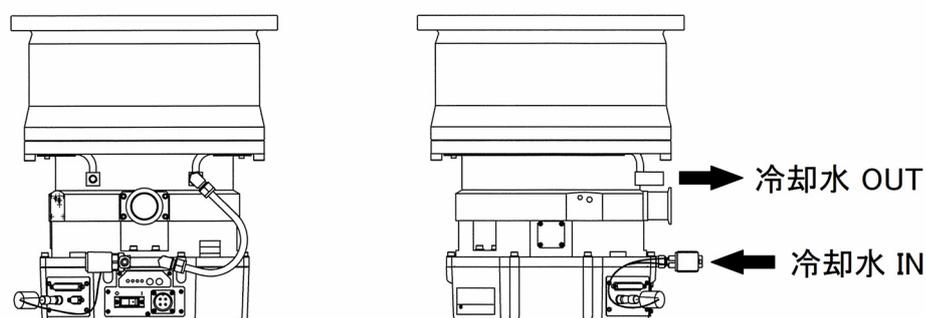

図 5-8 冷却水配管の接続口
- (1) 冷却水配管は、図 5-8 に示すように冷却水用電磁弁の冷却水 IN 接続口に冷却水を供給し、冷却水 OUT 接続口から排水してください。